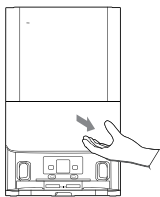

Fig. 19
1. Öppna dockningsstationens lock. [Fig. 19]